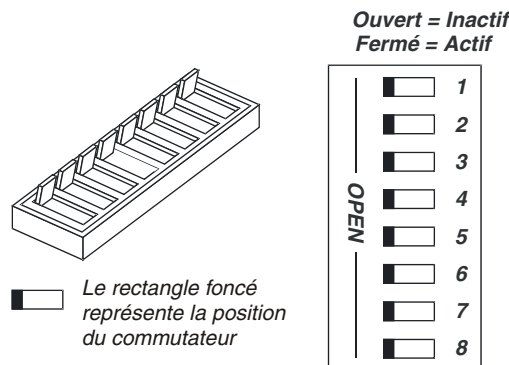

Figure 6-1. Bloc de commutateurs de configuration - Effacement du CMOS
11. Choisissez l'option Exit et enregistrez les changements pour sauvegarder le nouveau mot de passe. Voir Figure 6-1 et Tableau 6-2.